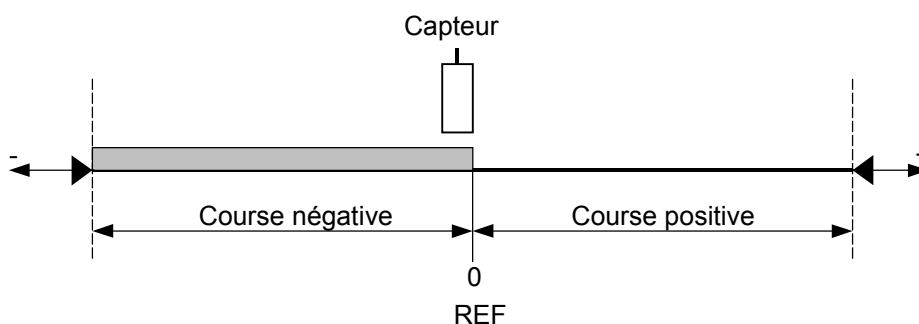

Figure 3-1 : Courses et prise de référence
| Figure 3-1 : Courses et prise de référence | 9 |
Le contact de référence doit être actif en permanence sur l'une des courses afin de signaler à la commande de quel côté se situe la coulisse (voir Figure 3-1)
- Si la course est uniquement positive (STROKE - = 0), seuls les points dont les coordonnées dans le référentiel initial sont positives seront accessibles, voir Figure 3-1. Le sens de prise de référence tient compte du signe de la vitesse de prise de référence introduite par le menu de configuration.